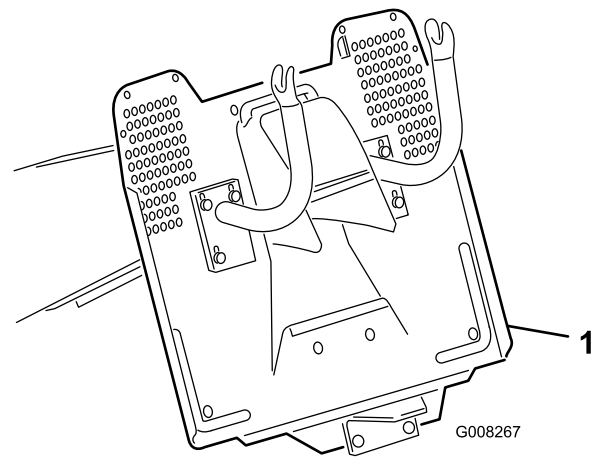

Bild 19
2. Installieren Sie das Anbaugerät an der Anbauvorrichtung, die sich hinten unten an der Maschine befindet (Bild 19).